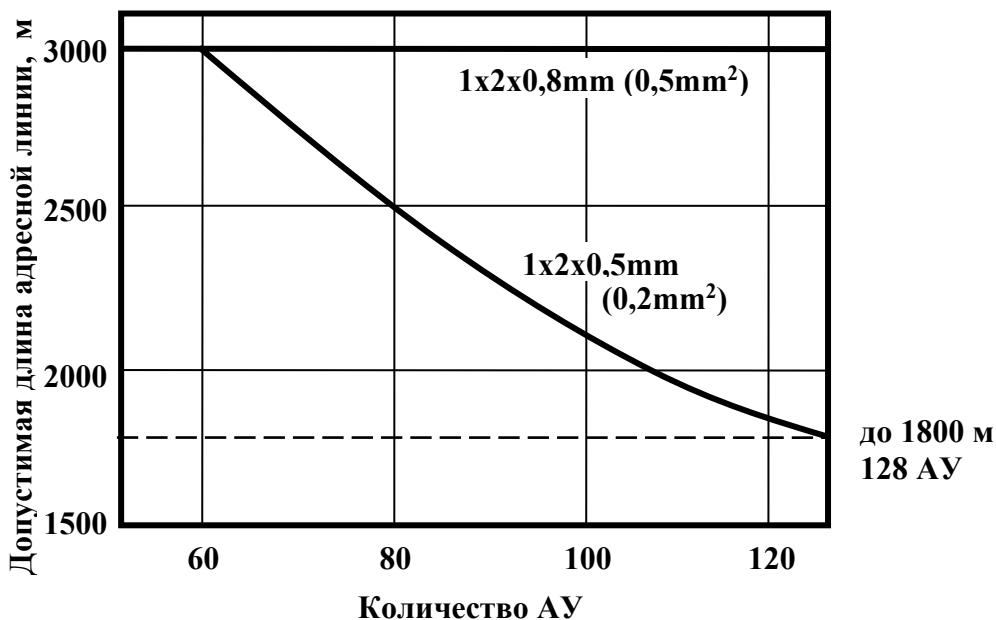

Рис.13. Допустимая длина адресной линии в зависимости от количества АУ (допустимая длина определяется как максимальное удаление АУ от любой из клемм прибора).
3.9.4. Напряжение в адресной линии не должно опускаться ниже 3,5В, поэтому при большом количестве АУ допустимая длина адресной линии снижается. При этом длина адресной линии от любой клеммы АПКП до максимально удаленного АУ не должна превышать значений, определяемых по рис.13.
При выполнении требований рис.13 любой обрыв адресной линии не приведет к потере связи с устройством, так как его удаление от любой из клемм прибора не превысит допустимого.
4.1.7. **Проложить адресную линию** кабелем UT 505нг(A)-FRLS FE 180 1x2x0,5mm (0,2мм²) или 1x2x0,8mm (0,5мм²), UT 505нг(A)-FRHF FE 180 1x2x0,5mm или аналогичными по оптимальному маршруту так, чтобы максимальное удаление адресных устройств от любой из клемм АПКП по длине адресной линии не превышало допустимого значения, которое в зависимости от количества АУ составляет от 2 до 3 тысяч метров (см. рис.13).